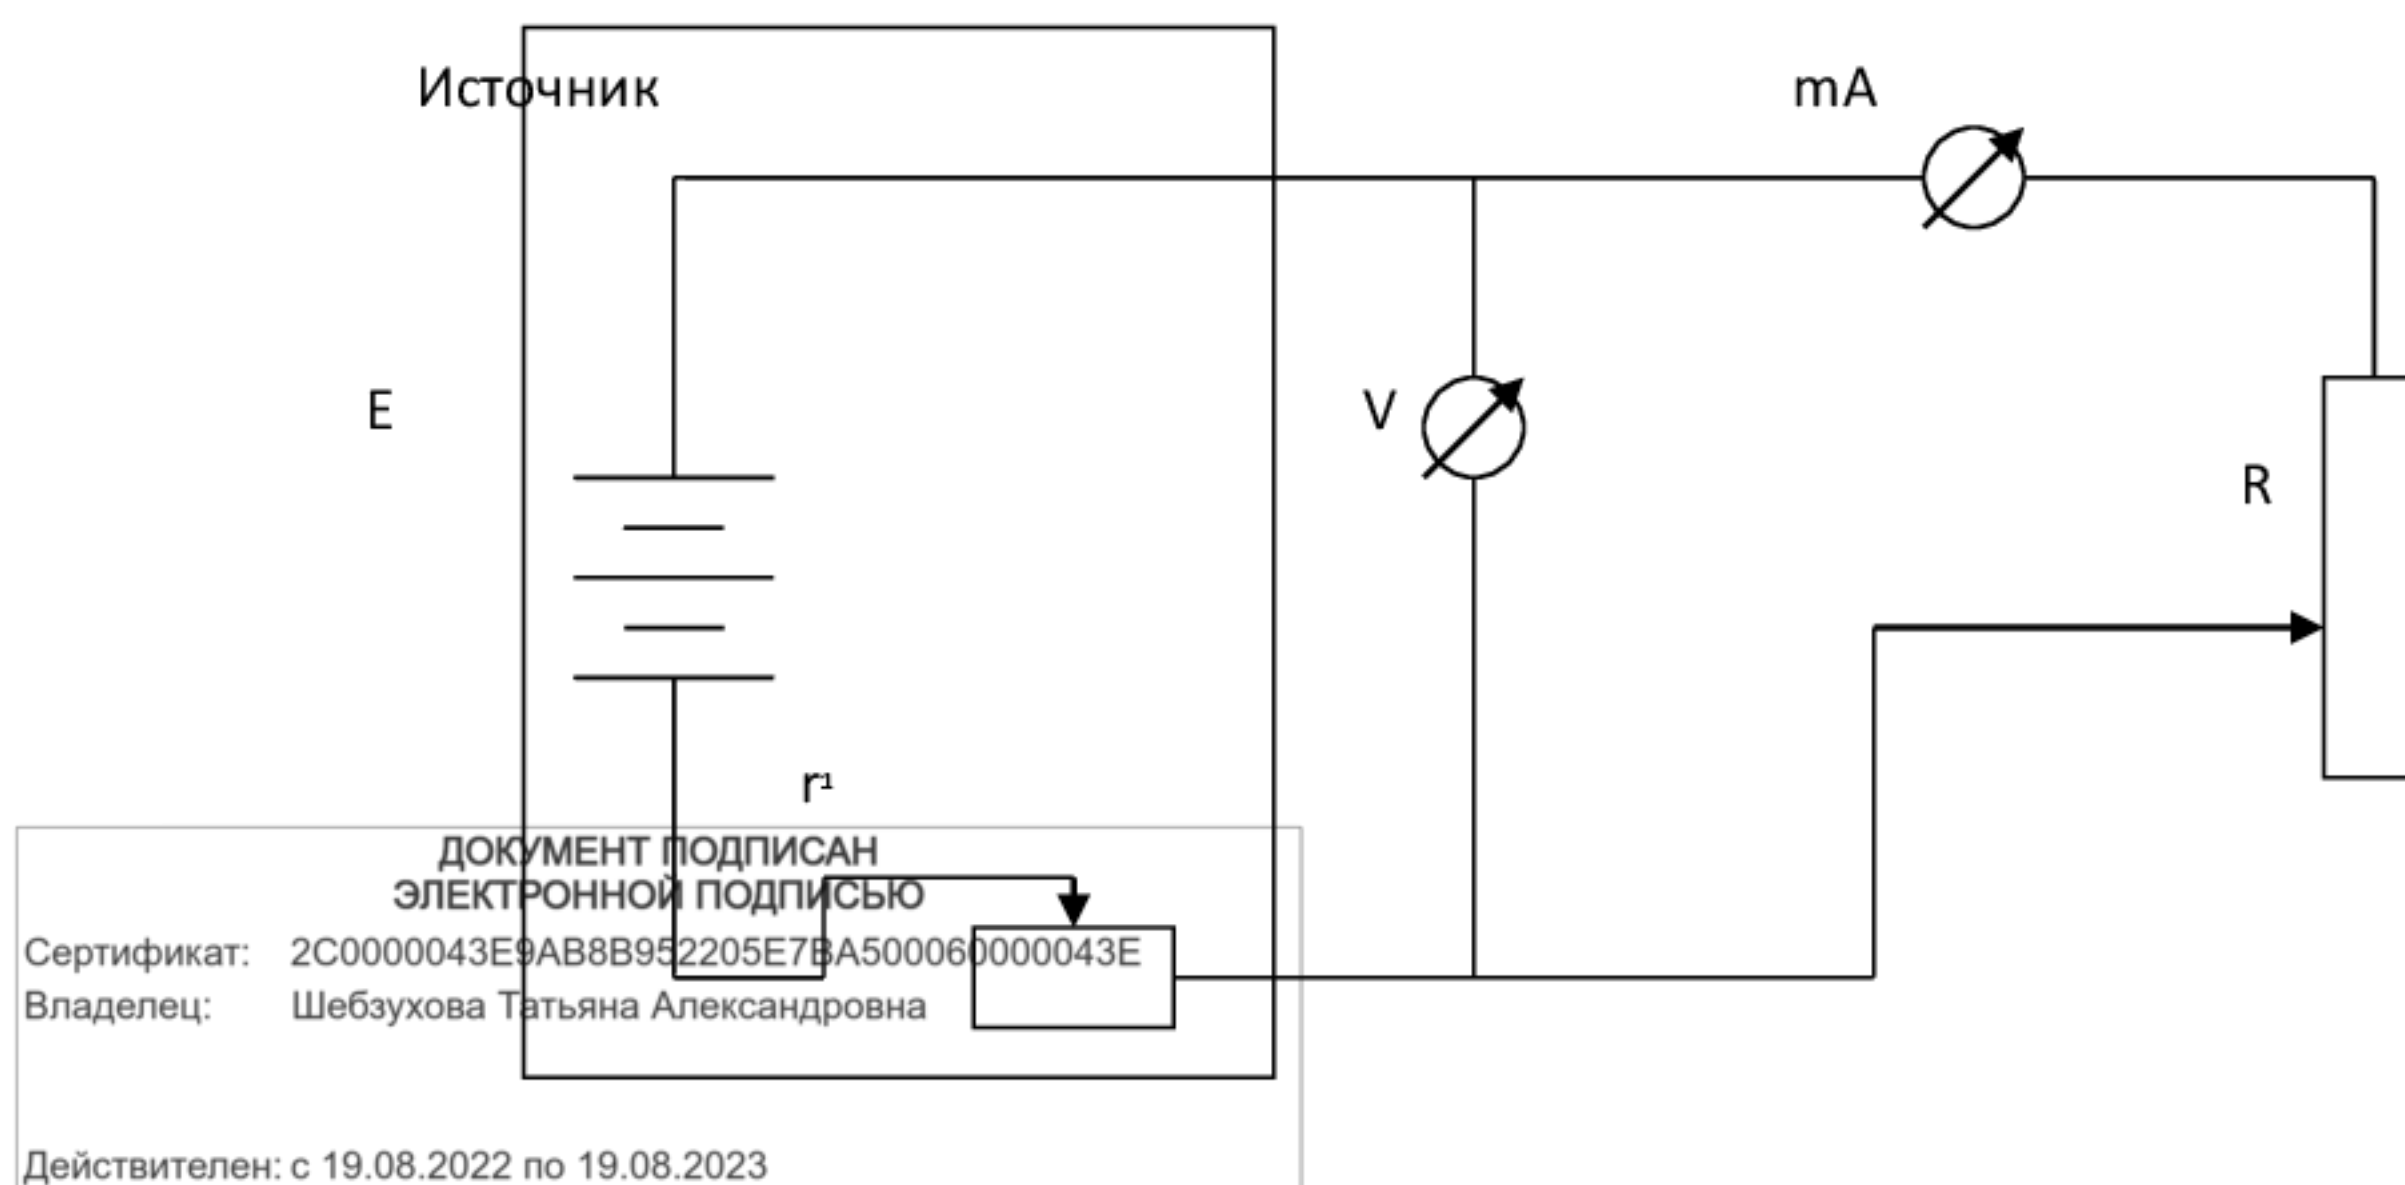

Рис. 4.
Рабочая схема изображена на рис. 4. В качестве источника могут использоваться аккумуляторы или выпрямитель, дающие напряжение величиной несколько вольт. Внутреннее сопротивление таких источников, как правило, мало - порядка десятых долей Ома. Поэтому, как следует из вышеизложенного, для построения графиков искомых зависимостей нагрузочный реостат R тоже должен иметь сопротивление порядка десятых долей Ома. Подобные реостаты являются уникальными. Поэтому внутреннее сопротивление источника в данной работе искусственно увеличивается путем последовательного включения дополнительного реостата r' , имеющего величину нескольких десятков Ом. При этом собственным внутренним сопротивлением r источника можно пренебречь.
Из схемы (рис.4) следует, что внутреннее сопротивление миллиамперметра и вольтметра составляют с сопротивлением нагрузочного реостата единое целое. Таким образом, левую часть схемы следует рассматривать как источник, а правую как нагрузку.
1. Собрать рабочую схему (рис.4). Выяснить параметры приборов. Движки реостатов установить в положение наибольшего значения сопротивления.